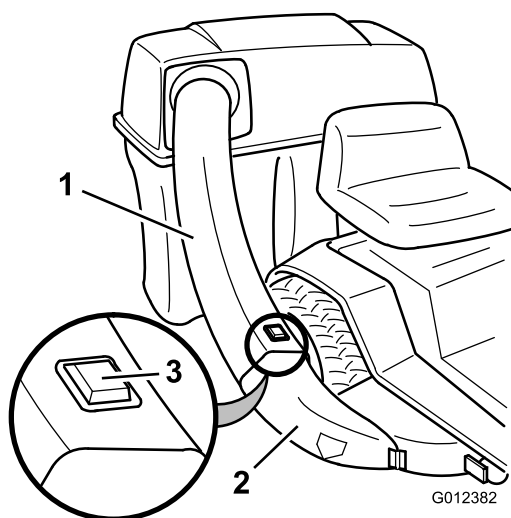

Figure 14
1. Glissez l'extrémité courbe du tube d'éjection dans l'ouverture du couvercle du collecteur (Figure 14).
2. Glissez l'extrémité carré du tube d'éjection au bout de l'éjecteur, en veillant à enclencher l'éjecteur dans le trou carré du tube (Figure 14).